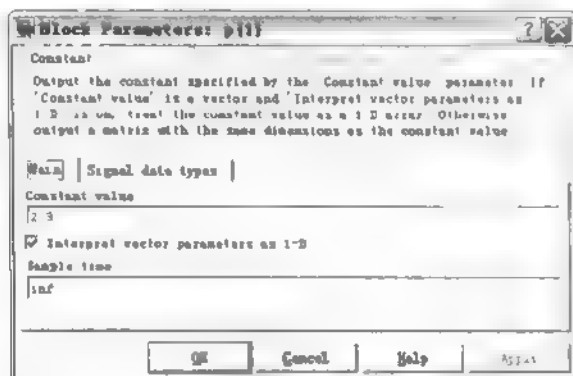
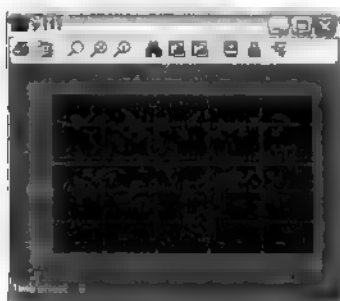

图 19.10 输出结果
图 19.11 输出结果
(9) 双击神经网络 Simulink 模型中的 $\{1\}$ 模块, 在弹出对话框的 Constant value 栏中输入 2.3, 如图 19.10 所示, 结果如图 19.11 所示为 6.9。保存模型为 model19to01.mdl。